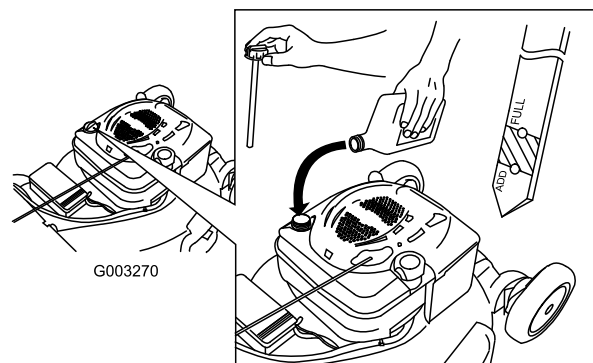

Figura 11
1. Retire la varilla, límpiela, y vuelva a colocarla (Figura 11).
2. Retire la varilla y compruebe el nivel de aceite (Figura 11). Si el nivel de aceite está por debajo de la marca Add de la varilla, vierta **lentamente** aceite en el tubo de llenado hasta que el nivel llegue a la marca Full de la varilla. **No llene demasiado.** (Capacidad máxima: 0,59 l, tipo: SAE 30, aceite detergente con clasificación de servicio API SF, SG, SH, SJ, SL o superior.)